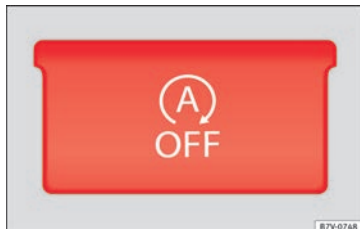

Fig. 206 Detalle de la consola central: tecla para el funcionamiento Start-Stop.
- Pulse la tecla  en la consola central » **fig. 206.**